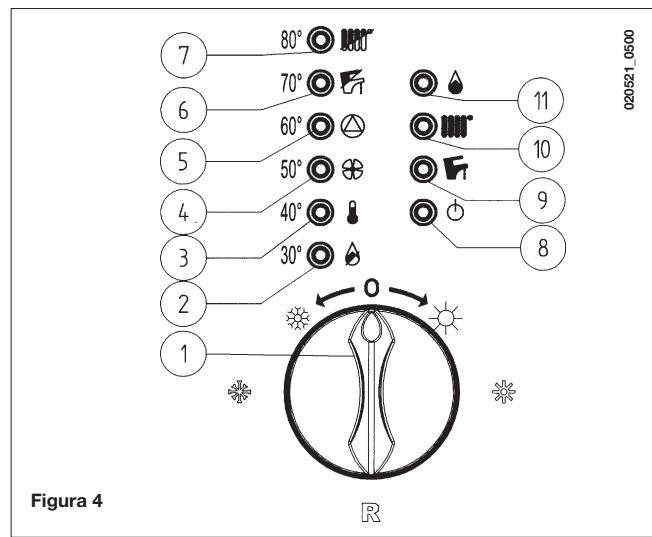

Figura 4
Si consiglia in questo caso di ripetere le operazioni di accensione, fino all'arrivo del gas al bruciatore, posizionando momentaneamente la manopola (1) in (R) (vedere anche figura 4).
En este caso se aconseja repetir las operaciones de encendido, hasta que el gas llegue al quemador, ubicando momentáneamente el botón (1) en (R) (véase también figura 4).
Durante questa operazione è necessario che il selettori Estate/Inverno (rif. 1 di figura 4) sia in posizione OFF (0).
Durante esta operación es necesario que el selector Verano/Invierno (ref. 1 de figura 4) esté en la posición OFF (0).